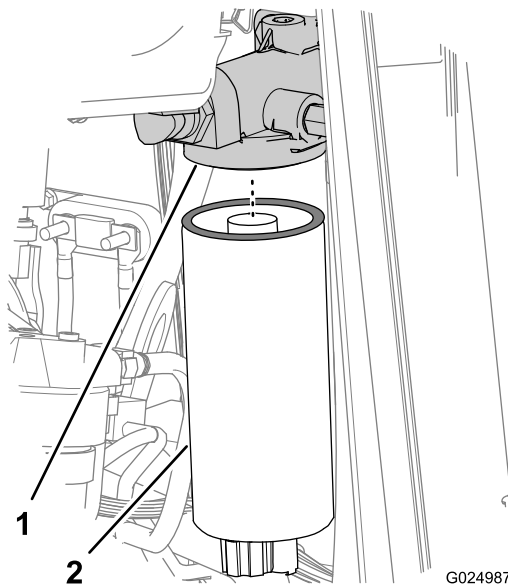
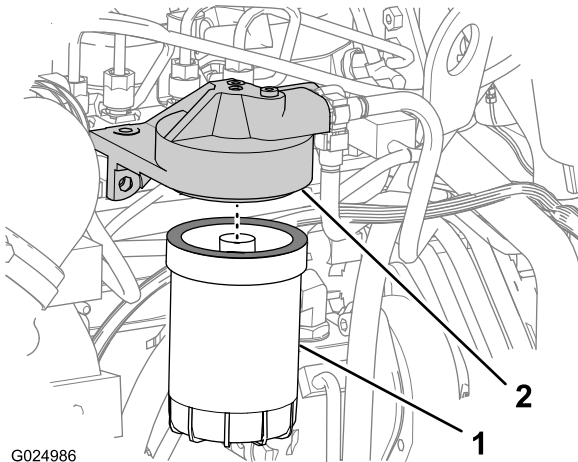

Bild 74
Bild 75
- Lösen und entfernen Sie den Hauptkraftstofffilter (**Bild 74**).
9. Lösen und entfernen Sie den sekundären Kraftstofffilter (Bild 75).
1. Wischen Sie die Abdichtungsflächen der Filteradapter für den Hauptkraftstoff- und sekundären Kraftstofffilter ab (Bild 74 und Bild 75).
3. Setzen Sie den Hauptkraftstofffilter auf den Filteradapter und ziehen Sie den Filter an, bis die Dichtung die Filterkopfoberfläche berührt (Bild 74).
6. Setzen Sie den sekundären Kraftstofffilter auf den Filteradapter und ziehen Sie den Filter an, bis die Dichtung die Filterkopfoberfläche berührt (Bild 75).